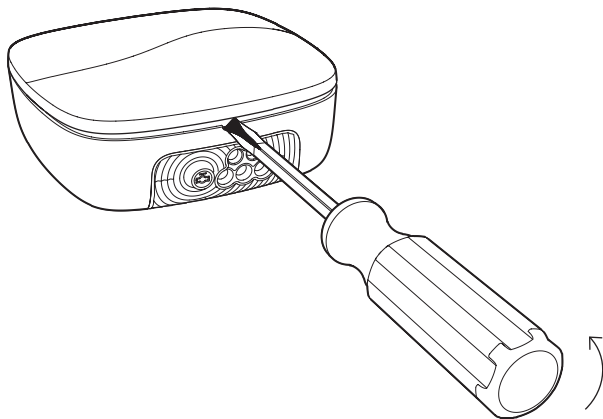

Рис. 4. Снятие крышки модуля управления
1. Снимите лицевую крышку модуля управления, поддев ее отверткой с плоским шлицом (рисунок 4);